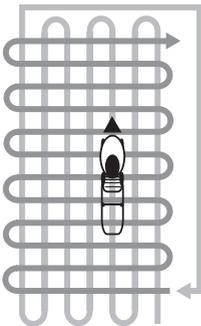

Рис. 11 Схема кошения высокой и/или загущенной травы
- При кошении в тяжелых условиях (п.3.4) рекомендуется проводить повторный покос с меньшей высотой скашивания (Рис. 11).